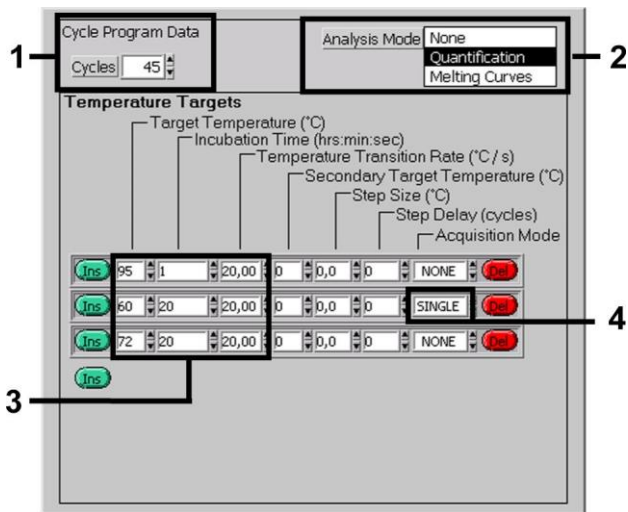

Fig. 4: Amplifikation af DNA.
- B. Amplifikation af DNA Fig. 4